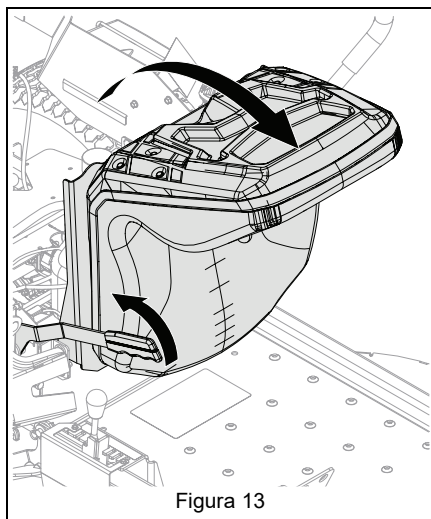

Figura 13
7. Ruotare il sedile in avanti. Vedere Figura 13.